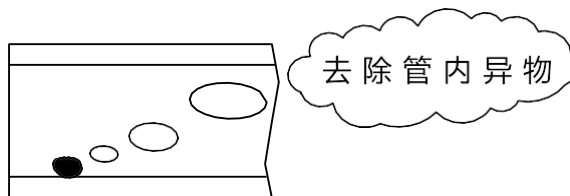

图 3
- 请在确认阀门的使用条件（最高使用压力、温度等）后再安装。并且，在使用中为了保护阀座，请使用过滤器把接管内的砂石、铁锈、焊接屑、垃圾、密封带等异物除去。（图3）